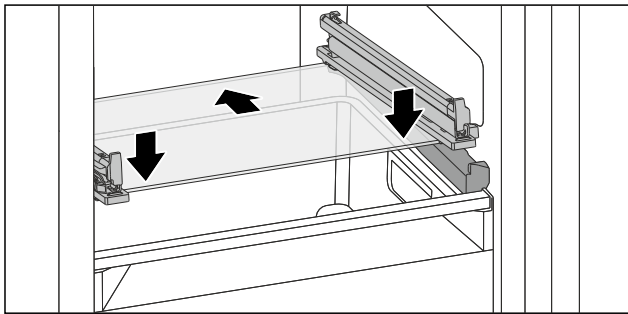

Fig. 140 Glasplatte des abklippbaren Schubfachs
- Glasplatte schräg hinter den Stoppern aufsetzen. (siehe Fig. 140)